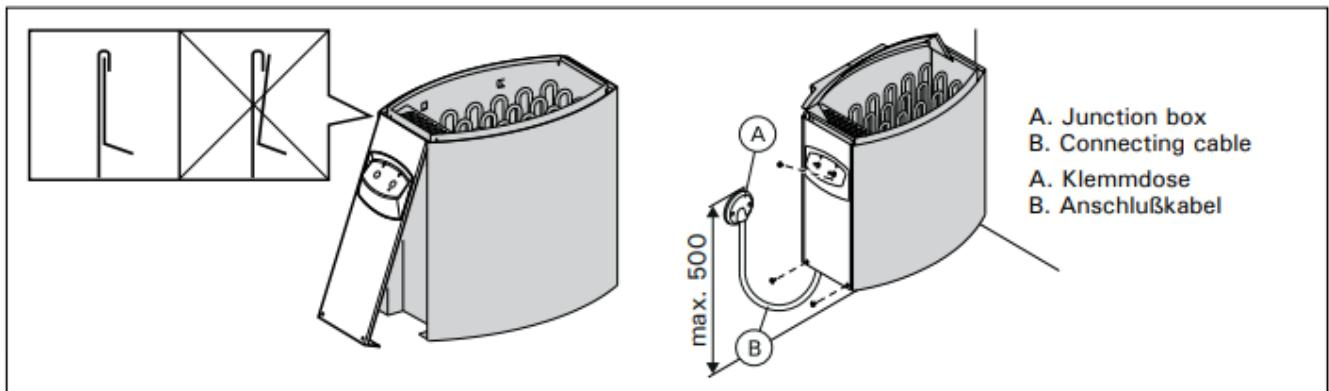

Abbildung 8: Das Verschließen des Anschlusskastens (alle Abmessungen in Millimetern)
- Der Saunaofen wird halbfest an die Klemmdose (Abb. 8: A) an der Saunawand befestigt. Die Klemmdose muss spritzwasserfest sein und darf höchstens 500 mm über dem Fußboden angebracht werden.
- Als Anschlusskabel (Abb. 8: B) wird ein Gummikabel vom Typ H07RN-F oder ein entsprechendes Kabel verwendet.
- Achten Sie beim Schließen des Deckels des Anschlusskastens darauf, dass sich der Deckel vollständig verschließt.** Wenn der Deckel nicht richtig sitzt, kann Wasser in den Anschlusskasten laufen. Abbildung 8.